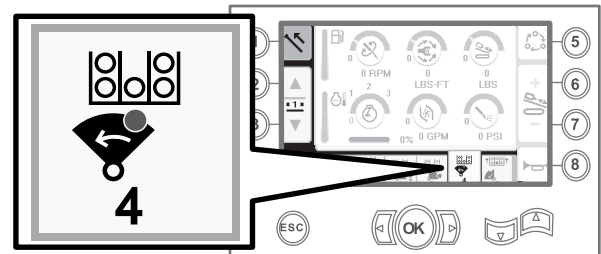

Figura 16
- Solte o interruptor oscilador para prosseguir para o passo seguinte na sequência (Figura 16).